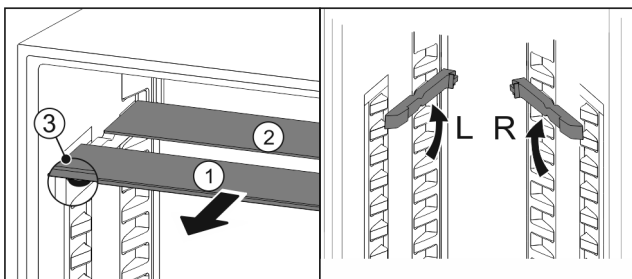

Fig. 29
- ▶ По одной извлеките Fig. 29 (1) стеклянные панели движением вперед.
- ▷ Стеклянная панель Fig. 29 (1) с декоративной планкой лежит спереди.
- ▷ Стопоры Fig. 29 (3) показывают вниз.